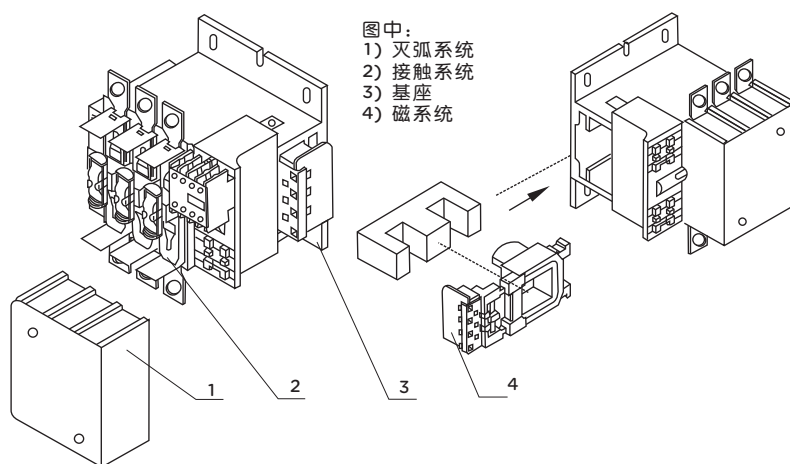

图1 CJX2s-115-265接触器的总体结构示意图
接触器主要由灭弧系统、接触系统、基座、磁系统（包括铁心、线圈）组成，参见图1。
- 接触器的接触系统为直动式、双断点布置，下基座采用铝合金型材，线圈为塑料封装结构，且线圈与磁轭组装成一体，可从接触器中直接取出或装入，使用、维修极为方便。见图1。